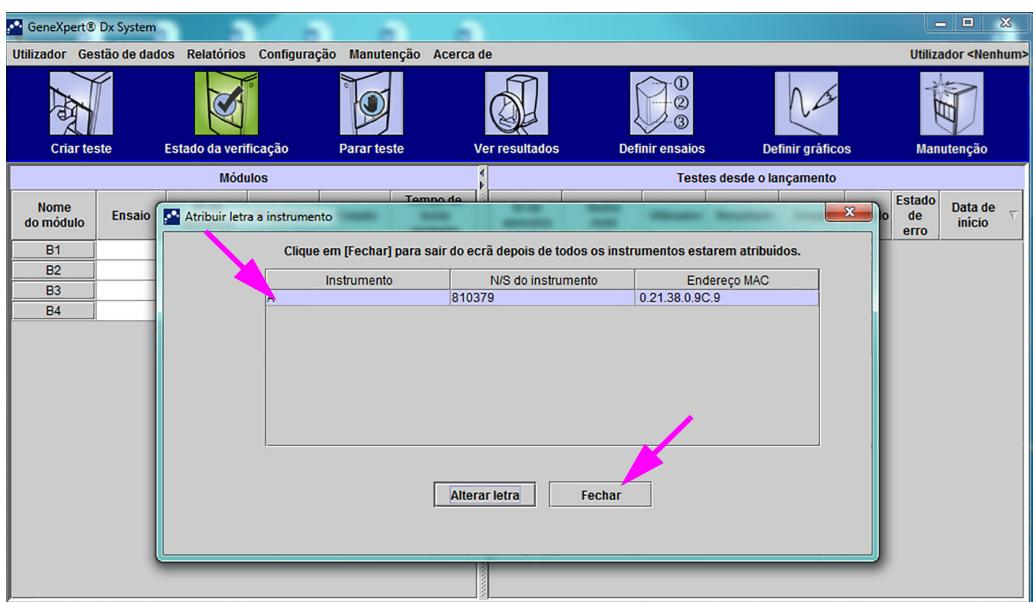

Figura 2-59. Janela do sistema GeneXpert Dx com a caixa de diálogo Atribuir letra a instrumento sobreposta
7. Clique em **Fechar** para sair da caixa de diálogo Atribuir letra a instrumento (ver figura 2-59). A caixa de diálogo Atribuir letra a instrumento irá indicar a nova atribuição de letras ao instrumento para os módulos.